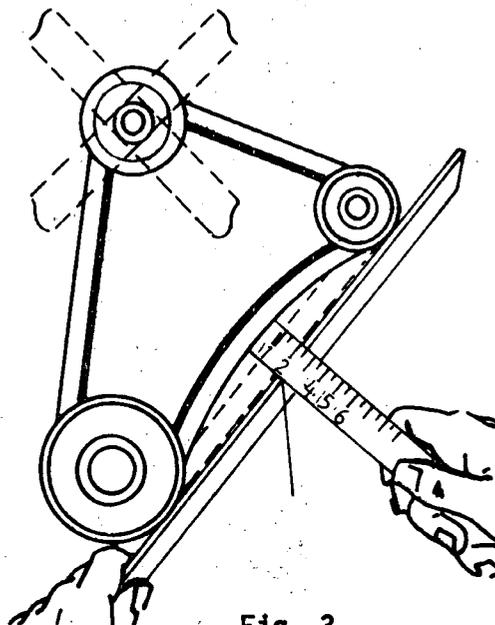

Fig. 3
- d Comprove a tensão da correia do ventilador, de forma que a folga livre da correia seja a indicada (fig. 3).